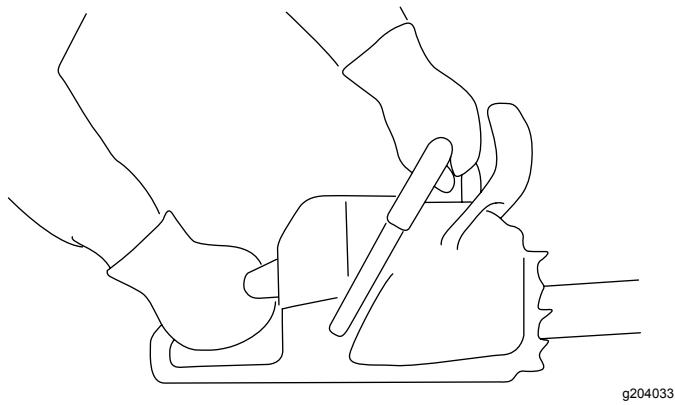

Figure 12
1. Tenez fermement la tronçonneuse à deux mains, la main gauche sur la poignée avant et la main droite sur la poignée arrière, comme montré à la Figure 12.
1. Tenez fermement la tronçonneuse comme montré à la Figure 12.
- 3. Tenez fermement la tronçonneuse comme montré à la (Figure 12).